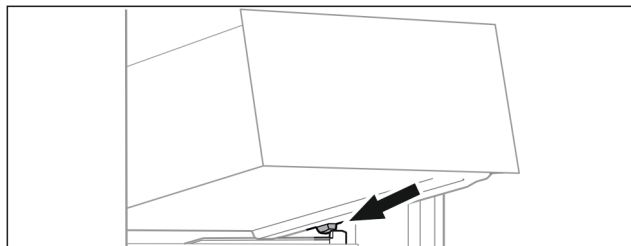

Fig. 65
- ▶ Встановити висувний ящик за стопорами на ребро для резервуару навскоси. (див. Fig. 65)